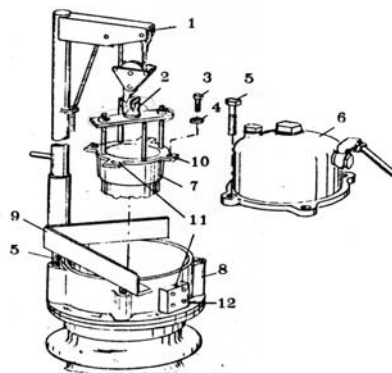

FIGURA 10 Grúa de extracción cámara de interrupción.
13. Instale la grúa para extracción de la cámara, según diseño, ver figura 10. Esta grúa va soportada en la parte superior del polo.
14. Desmonte la cámara de interrupción con la grúa, ver figura 10